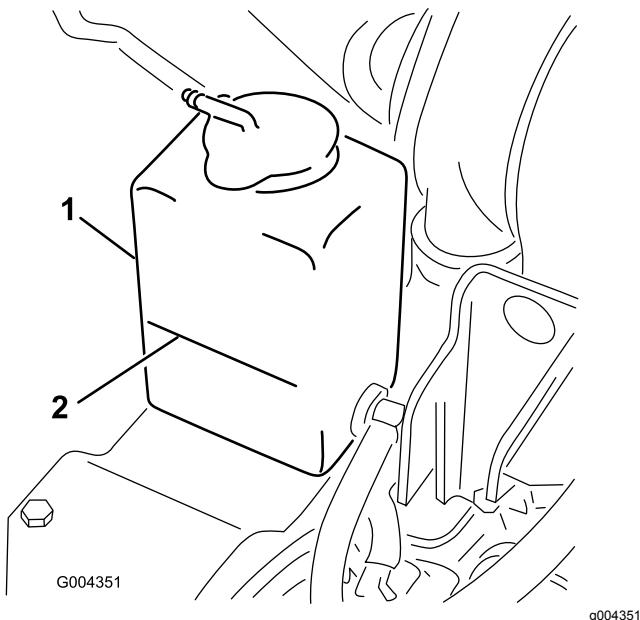

Рисунок 50
- Проверьте уровень охлаждающей жидкости в расширительном бачке (Рисунок 50).
I. Добавляйте охлаждающую жидкость в расширительный бачок до тех пор, пока ее уровень не дойдет до линии Full на стенке бачка (Рисунок 50).